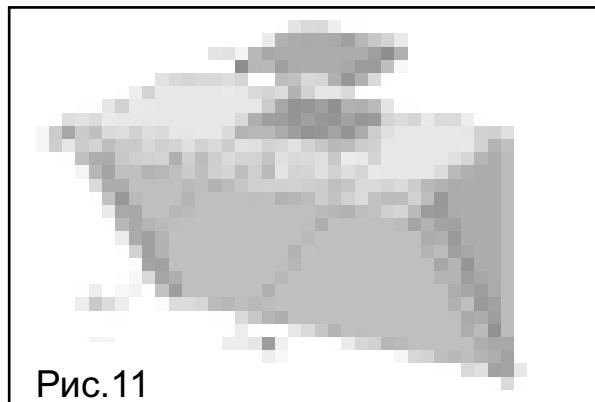

Рис.11
- Установите металлическую решетку, закрепив ее с помощью 2 винтов внутри колпака (рис.11).